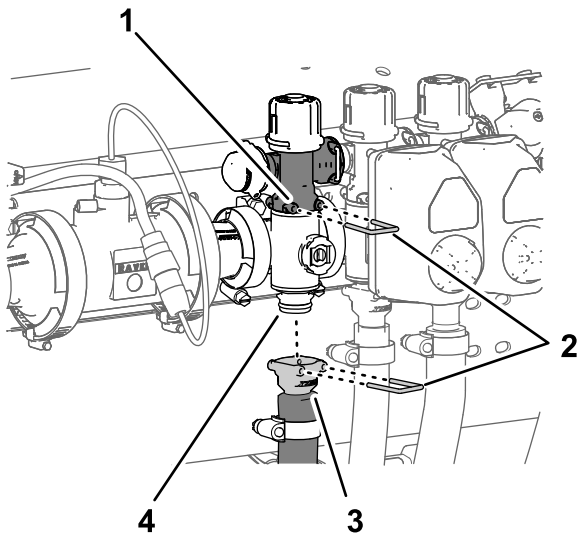

Figure 116
- Fixez le raccord rapide du collecteur de vanne de section au raccord rapide femelle de la vanne de dérivation de section à l'aide d'un l'étrier de fixation (Figure 115 et Figure 116).
- Fixez le raccord rapide du flexible de section au raccord rapide du collecteur de vanne de section à l'aide de l'étrier de fixation (Figure 116).